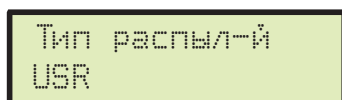

Рис. 60
- Прежде всего выберите **Тип распыл-й** (ISO или **USR** Рис. 60).